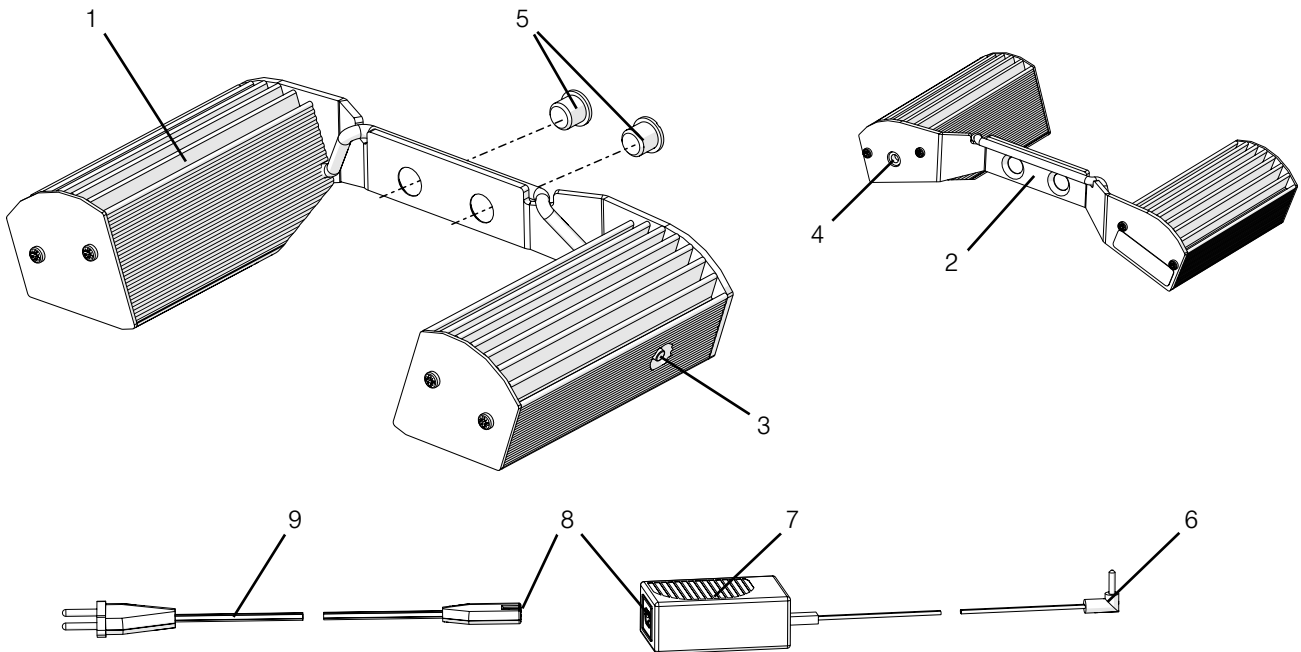

图 1
- ⇒ 将电线(9, 图 1)插在电源适配器(7, 图 1)上的电源输入头上（8, 图 1）。
On / Off开关键(3, 图. 1)用作打开关闭LED灯并用作调光器。